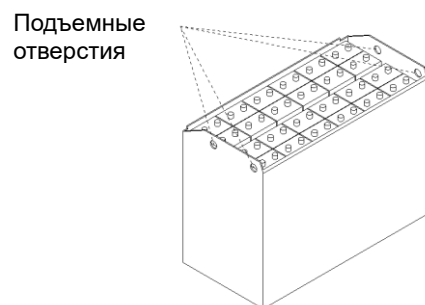

Рисунок 2-36
- (4) Места захвата для подъема аккумулятора показаны на Рис. 2-36. Вес АКБ обозначен на шильде батареи.